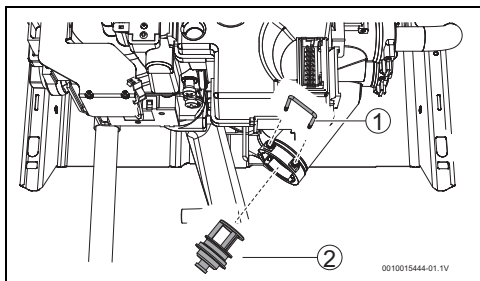

Fig. 10 Purga
- ▶ Purgar o aparelho (→Fig. 10).